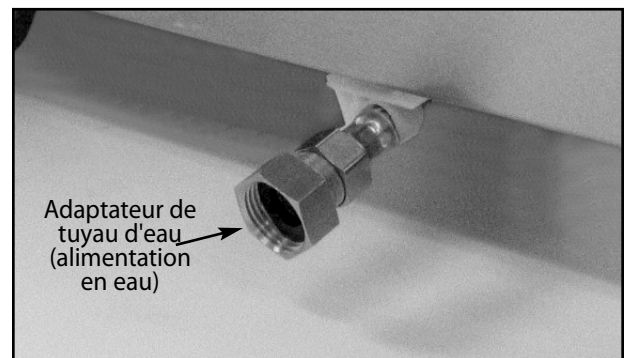

Fig. 51
11. Attacher l'adaptateur du tuyau d'eau au tuyau d'alimentation en eau. (Fig. 51).